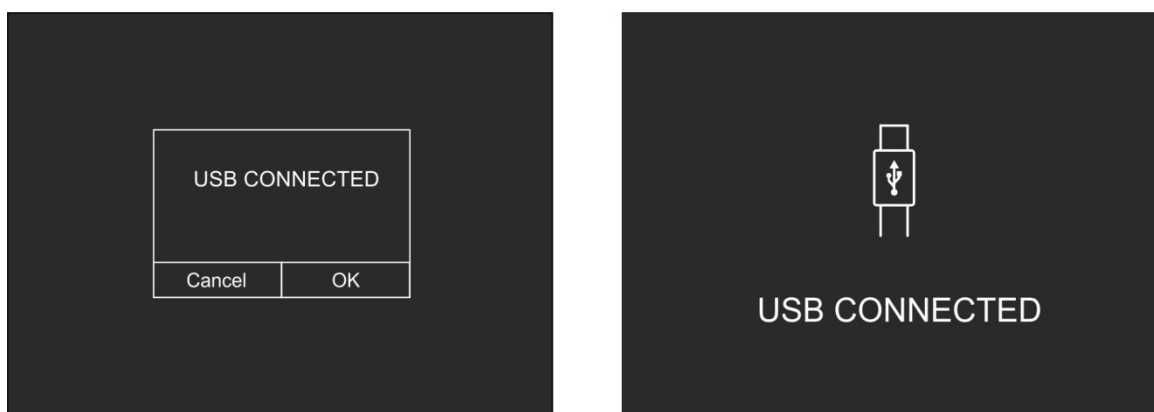

Fig. 13: Connexion de l'instrument au PC
3. Connectez l'instrument à votre PC à l'aide du câble USB fourni. La page-écran de la Fig. 13 - partie gauche s'affiche à l'écran :
4. Confirmez avec «OK» pour activer la connexion ou appuyez sur «Cancel» pour revenir au menu principal. La page-écran de la Fig. 13 - partie droite s'affiche et l'instrument n'accepte aucune commande